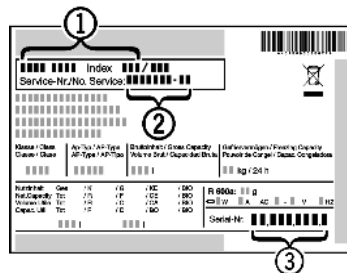

Fig. 6
- ▶ Gerätebezeichnung Fig. 6 (1), Service-Nr. Fig. 6 (2) und Serial-Nr. Fig. 6 (3) vom Typenschild ablesen. Das Typenschild befindet sich an der linken Geräteinnenseite.
- ▶ Den Kundendienst benachrichtigen und den Fehler, Gerätebezeichnung Fig. 6 (1), Service-Nr. Fig. 6 (2) und Serial-Nr. Fig. 6 (3) mitteilen.